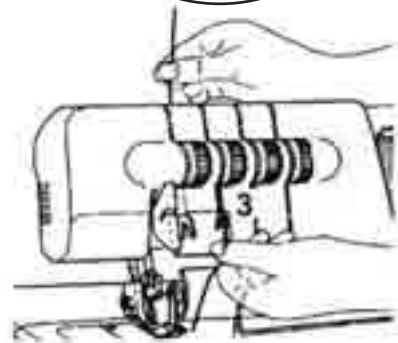

Abb.26
3. Halten Sie den Faden mit den Fingern fest, führen Sie ihn zwischen den Scheiben des Fadenspannwählers 15 hindurch und ziehen Sie ihn dann nach unten (3) (Abb. 26).